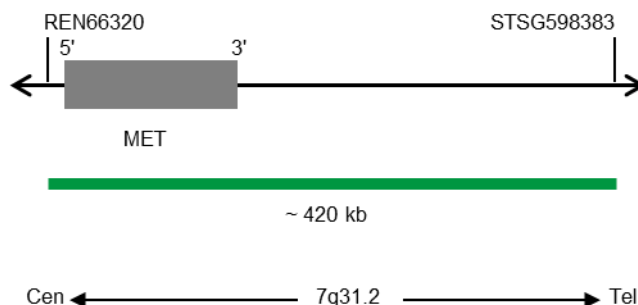

Fig. 1: SPEC MET Mapa da sonda (não à escala)
- Polinucleótidos marcados com digoxigenina (~1,1 ng/μl), que têm como alvo sequências mapeadas em 7q31.2* (chr7:116,298,989-116,718,699) que albergam a região do gene MET (ver Fig. 1).